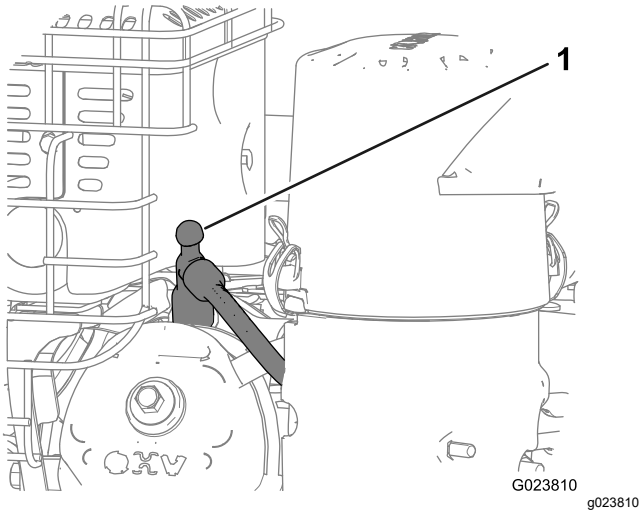

Bild 22
3. Ziehen Sie den Zündkerzenstecker ab und halten diesen von der Zündkerze fern, um ein versehentliches Anlassen zu vermeiden (Bild 22).